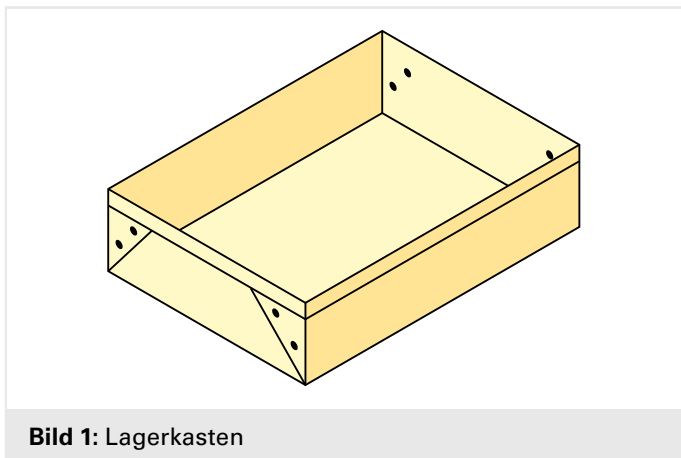

Bild 1: Lagerkasten
4.6 Aus verzinktem Stahlblech sollen Lagerkästen mit den Maßen $B = 220 \text{ mm}$, $L = 320 \text{ mm}$, $H = 75 \text{ mm}$ hergestellt werden (**Bild 1**).